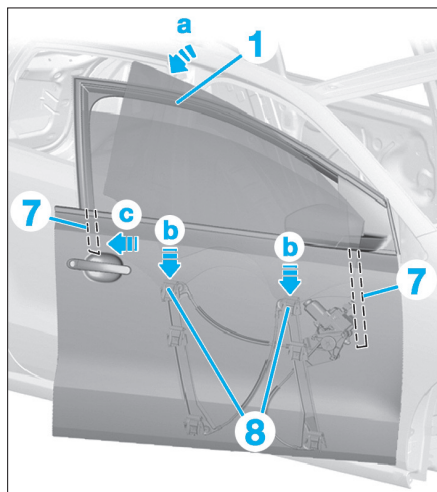

FIG. 88
- Insérer la glace de porte (1) dans les guides (7) en la faisant pivoter en (a) (Fig.88).